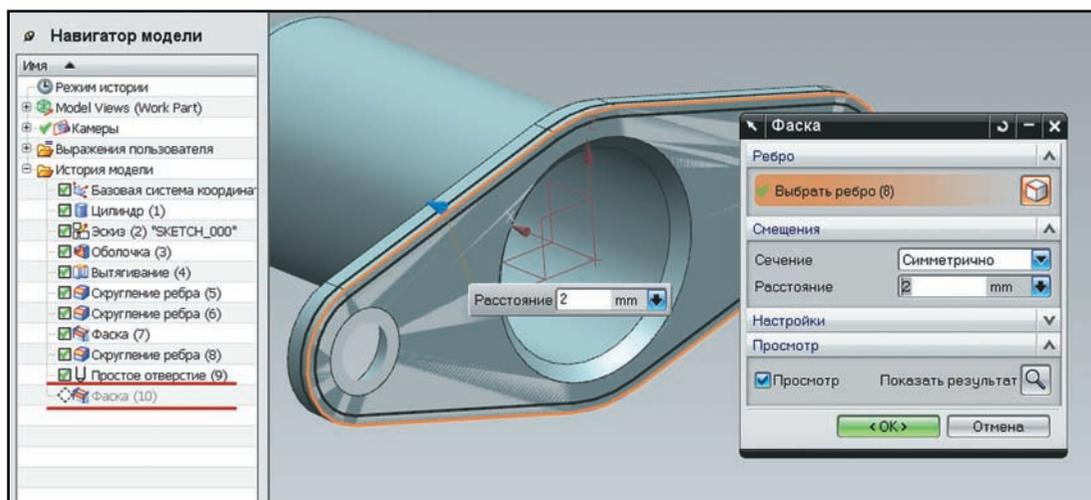

Рисунок 4.10. Изменение исходного компонента
- Сделайте исходную модель рабочей деталью и, переключившись в **Навигатор модели**, внесем два изменения в дерево построения модели. Двойным щелчком на последнем элементе построения **Простое отверстие (Hole)** перейдите в режим его редактирования и поменяйте диаметр с 12 мм на 18 мм. И сделайте фаску по контуру грани. Теперь в дереве построения есть изменение, которое касается элемента, созданного до момента копирования грани, и один новый элемент построения, меняющий грань после того, как она была скопирована (рис. 4.10).